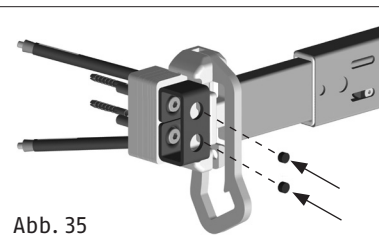

Abb. 35
4. Befestigung des Schließkastens siehe „Schließkastenmontage mit Anschraubplatte“. Abschließend Sicherungsstopfen in die Innensechskantkontur der Schrauben einschlagen. (Abb. 35).